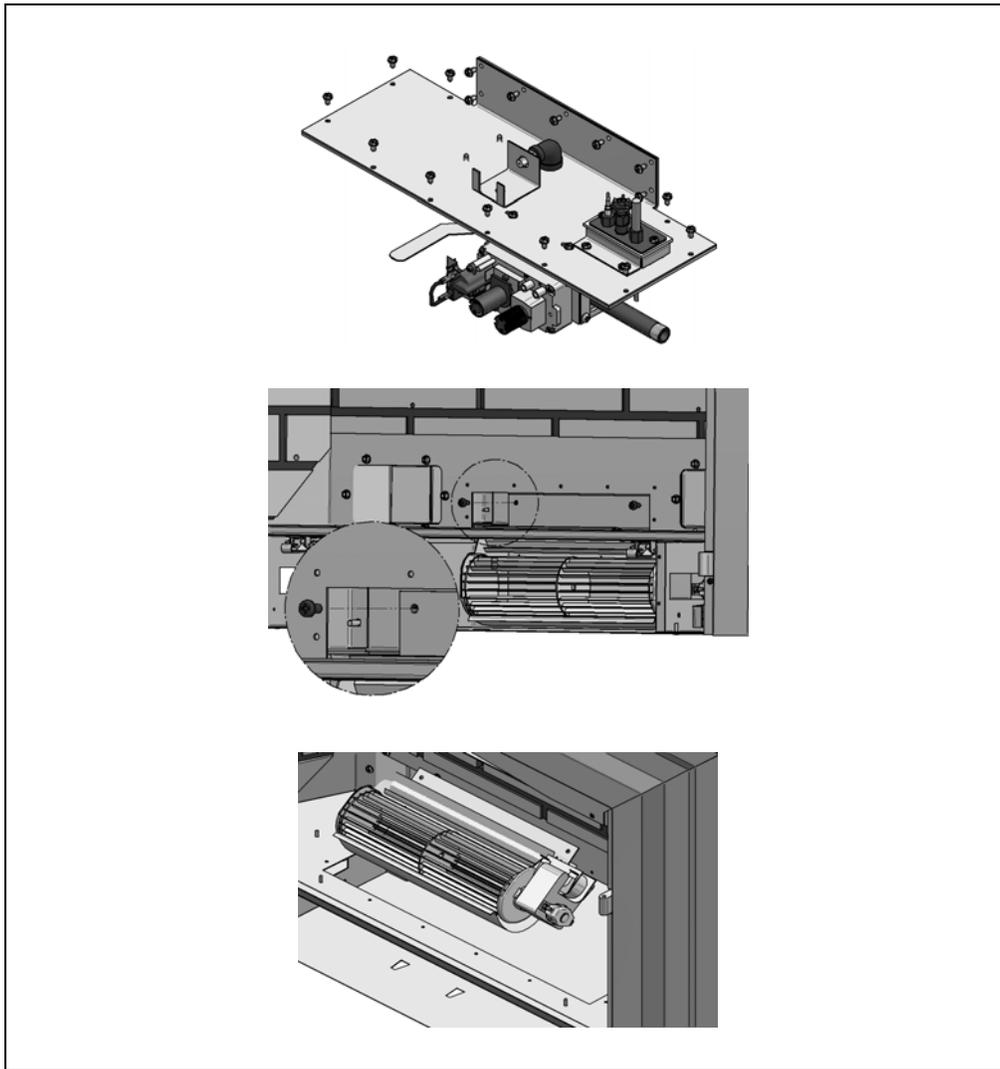

Figure 24
4. Enlevez les vis qui retiennent le module de valve puis soulevez et tirez-le hors de la chambre à combustion pour avoir accès l'ensemble de ventilateur (Figure 24).
5. Finalement enlevez les deux (2) vis qui retiennent l'ensemble de ventilateur et procédez à l'entretiens ou au remplacement (Figure 24).